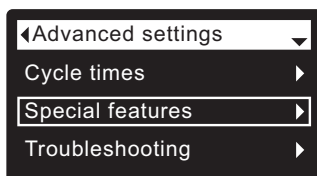

FIG. 80
3. Appuyez sur le sélecteur (O) pour afficher le menu des fonctions avancées (cf. Figure 80).